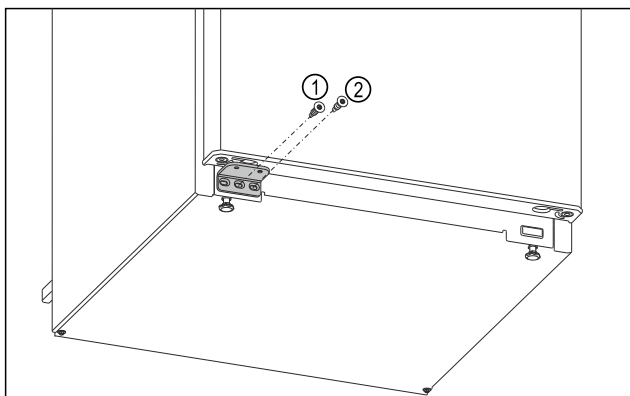

Fig. 17
- Keerake laagripuki keskmine kruvi Fig. 17 (1) kruvikeerajaga Torx 20 kinni.
- Keerake laagripuki sisemine kruvi Fig. 17 (2) kruvikeerajaga Torx 20 kinni.